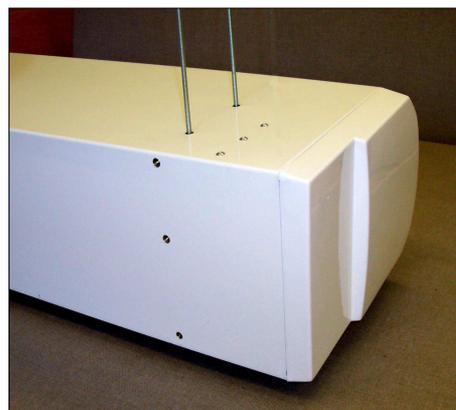

Fig. 3
**Étape 1** Visser les tiges filetées dans tous les perçages de la face supérieure de l'appareil comme illustré sur la Fig. 3.